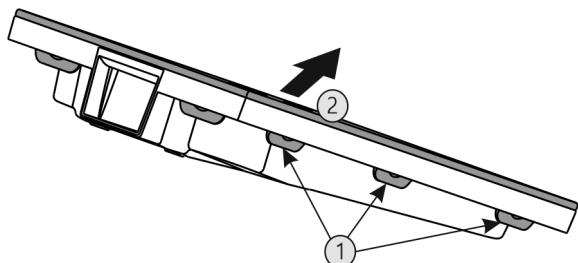

Fig. 41
- Натиснете всички езичета Fig. 41 (1) последователно и свалете капака Fig. 41 (2).